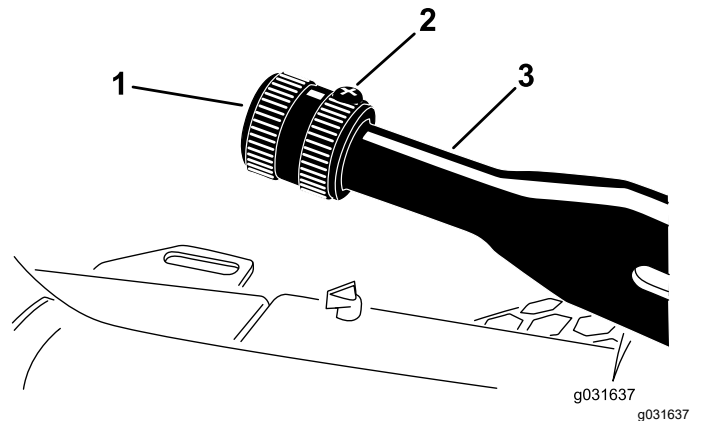

Figura 60
1. Afloje el tornillo de fijación que sujeta el pomo a la palanca del freno de estacionamiento (**Figura 60**).